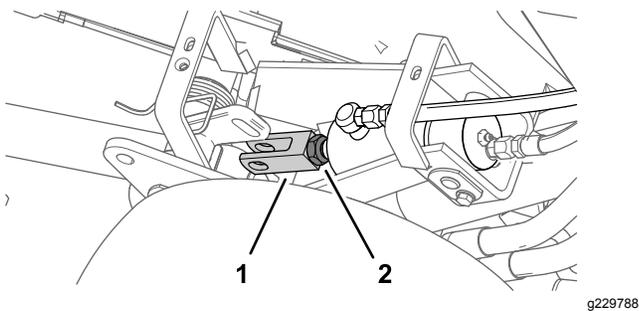

図 50
5. クレビスを回して適当な高さにする 図 50。
6. クレビスフィッティングを昇降アームに組み付けてクレビスピンとリテーナピンで固定し、ジャムナットを締め付ける 図 49と 図 50。